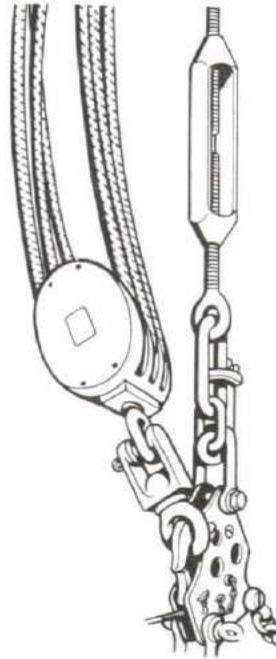

Figure 12-31
3. In heavy motor boats, instead of passing the lifelines to hold the boat while transferring the weight to the staghorn from the winch, a heavy bottle screw is used. See Figure 12-31. The weight of the boat is left on the bottle screw until the boat is to be used.
3. Dans les grandes embarcations à moteur, au lieu de passer les filins de sécurité pour maintenir l'embarcation pendant qu'on transfère le poids du treuil au bitton, on emploie un gros ridoir (voir la figure 12-31). Le ridoir supporte le poids de l'embarcation jusqu'au moment où l'on s'apprête à l'utiliser.